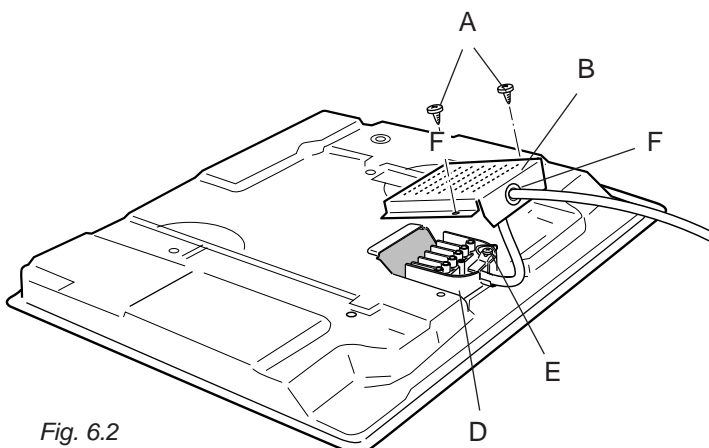

Fig. 6.2
- ✓ Dévisser les vis **A** et retirer la protection **B** (fig. 6.2)
- ✓ Ouvrir le serre-fils **E** (fig. 6.2)